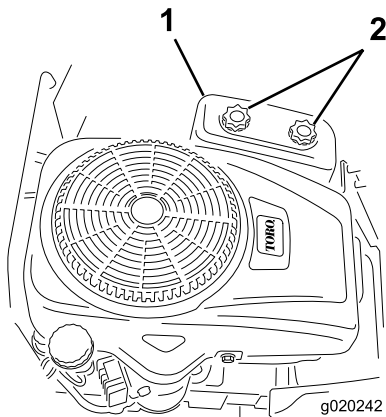

Figura 26
4. Retire la tapa del limpiador de aire desenroscando los 2 pomos (Figura 26).